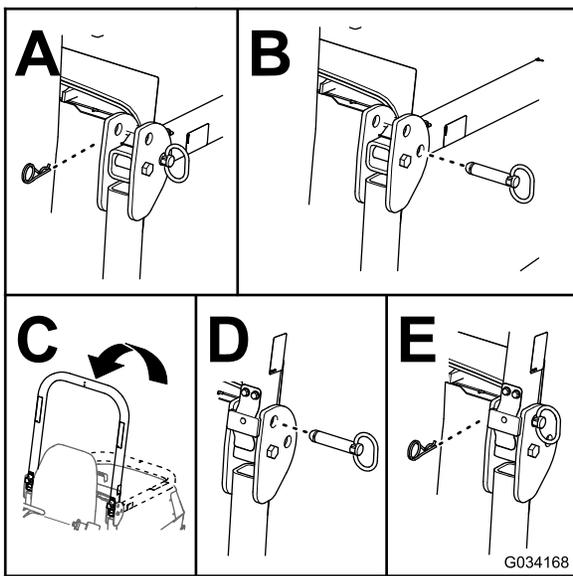

图 34
- 从翻车保护杆上卸下发卡销和柱销图 34。
- 升起翻车保护杆并用柱销和开口销将其固定到位图 34。